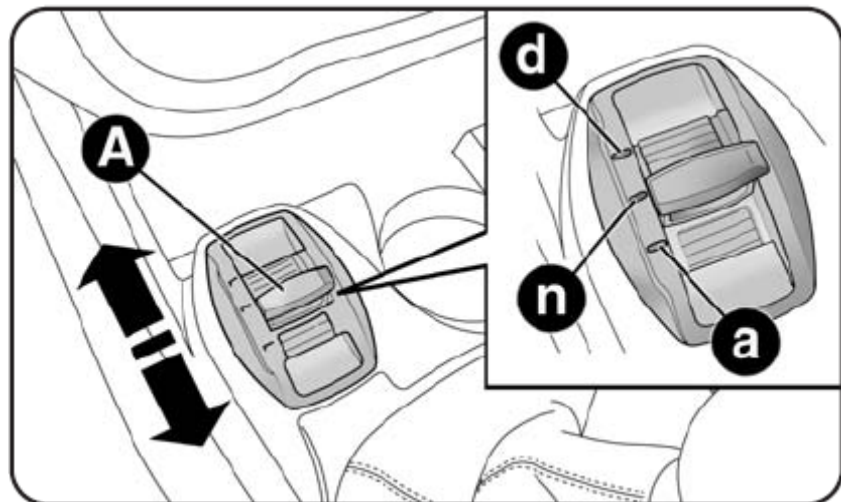

Рис. 70
Это прибор, который позволяет, при перемещении рычажка А – рис. 70 (расположенный на центральном туннеле) выбрать один из трех способов вождения:
Рычажок А – рис. 70 – имеет одно устойчивое состояние, то есть остается всегда в центральном положении. Способ включенного выбранного вождения обозначается включением светодиода на щитке и сообщения на многофункциональном дисплее с изменяемой конфигурацией, как указано ниже на рисунках.
Переместить рычажок А – рис. 70 кверху (напротив буквы “d”) и удерживать в этом положении 0.5 секунд до тех пор пока соответствующий светодиод не включиться или указатель “Dynamic” не высветиться на дисплее (см. рисунок). После того как будет отпущен рычажок А, он возвратиться в центральное положение.
Переместить рычажок А – рис. 70 кверху (напротив буквы "а") и удерживать в этом положении 0.5 секунд до тех пор пока соответствующий светодиод не включиться или указатель "All Weather" не высветиться на дисплее (см. рисунок)..
- В случае аварии системы или рычажка А – рис. 70, невозможно включить ни один способ вождения, На дисплее будет выведено предупредительное сообщение.